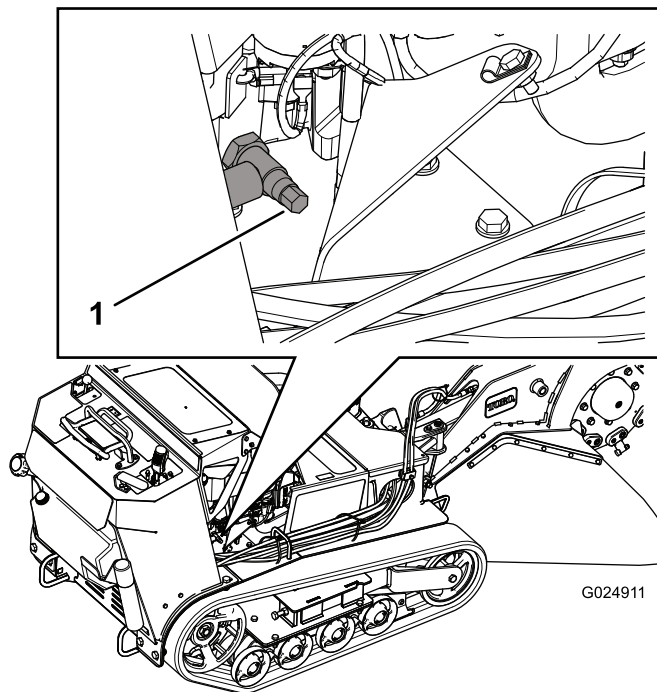
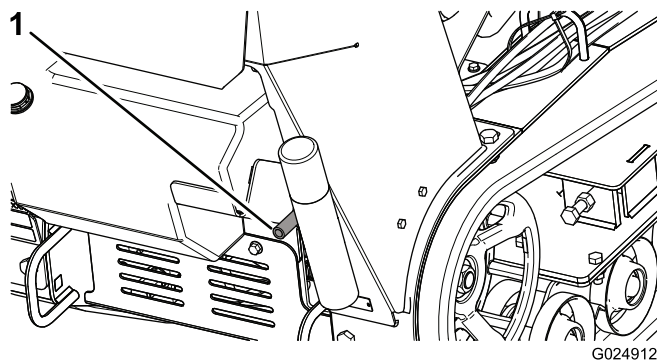

図 32
図 33
4. ドレンホースの下に廃油受けを置く。ドレンバルブを回して開き、オイルを排出する 図 32 と 図 33。